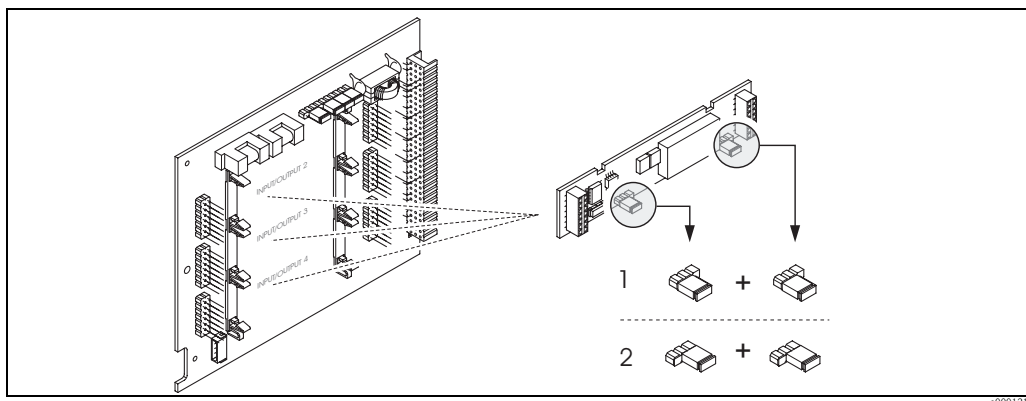

Fig. 38: Configuración de los contactos de relé (NC / NO) en la tarjeta E/S modificable (submódulo).
3. Coloque los puentes de conexión → Fig. 38